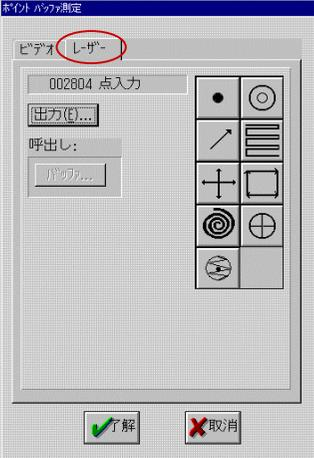

図18 レーザープローブウィンドウ
- ツールバー → 計測 → ポイントバッファ を選択すると図18がでてくる。